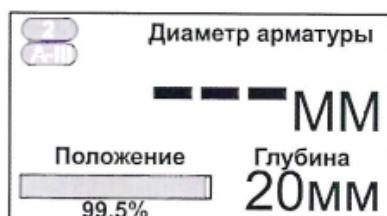

Рисунок 26. Определение диаметра арматуры.
7.2.9. При заведомо недостоверном результате измерения вместо диаметра арматуры появляется прочерк рис.26.